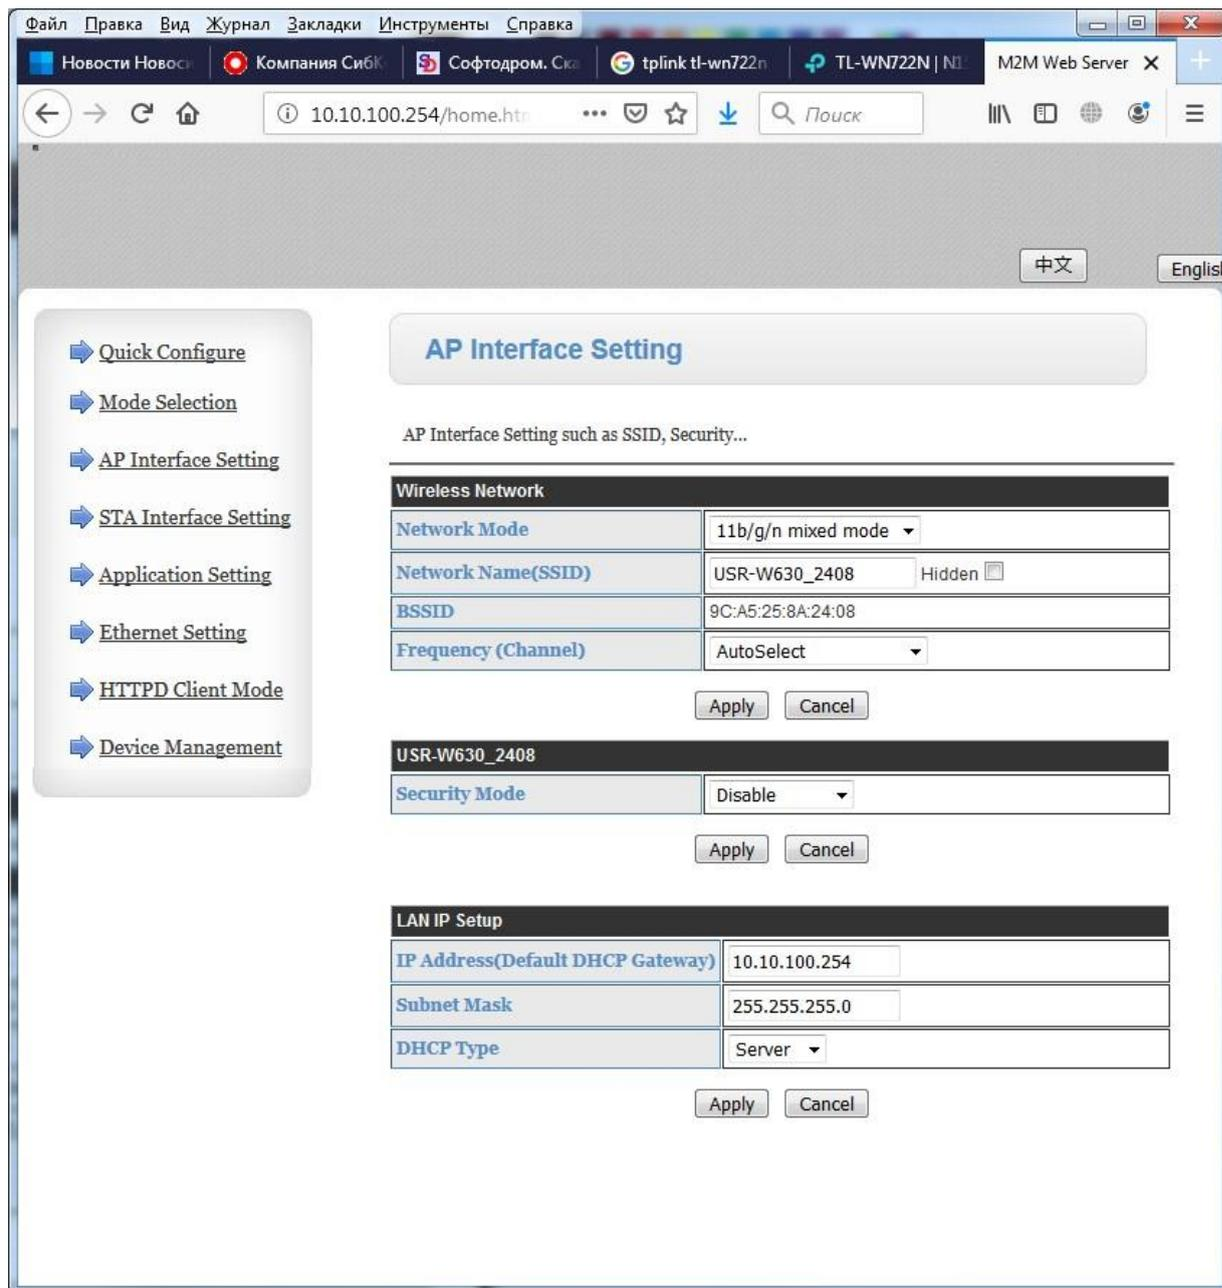

Рисунок 2.11. Настройки AP интерфейса преобразователя
2.1.6.7 Откройте вкладку AP Interface Settings (рис. 2.11). Проверьте, что настройки соответствуют показанным на рисунке. Нажмите кнопку «Apply».